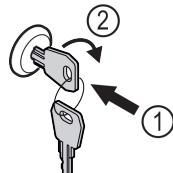

Fig. 180
- Zatlačte kľúč. Fig. 180 (1)
- Otočte kľúč o 90° v smere hodinových ručičiek. Fig. 180 (2)